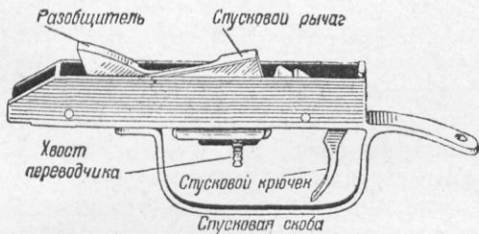

Рис. 13. Спусковая коробка со спусковым механизмом
**9. Спусковой механизм** (рис. 13) служит для ведения одиночного и автоматического огня. Он состоит из спусковой коробки, переводчика, гнетка переводчика, спускового рычага с пружиной, спускового крючка с пружиной, гнетка спускового крючка с пружиной, разобщителя и основания разобщителя.
**Спусковая коробка** (см. рис. 13) служит для помещения в ней спускового механизма. Она имеет: а) **передние выступы** для соединения с затворной коробкой; б) **отверстия** для осей спу-